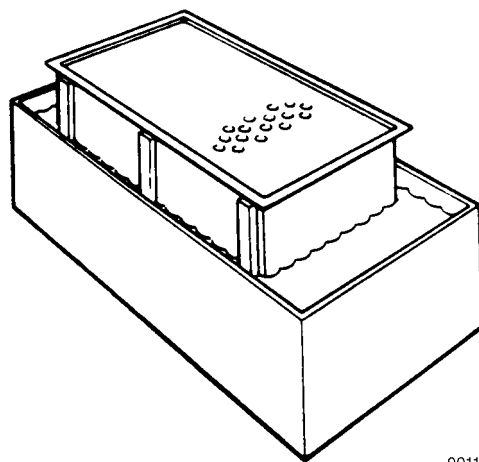

FIGURA 5-7. LAVADO Y REMOJO DE LA SECCIÓN DEL PREDEPURADOR
2. Afloje las abrazaderas (8), desmonte los colectores (10) y los O-rings (9) de la sección del predepurador y luego lave el colector con una solución de agua y jabón líquido.
3. Sumerja la sección del predepurador, con la sección del tubo hacia abajo, durante 30 minutos en una solución de Donaldson D-1400 y agua tibia (consulte la Figura 5-7), mezclada según las instrucciones del envase. Luego, retírela de la solución, enjuáguela completamente con agua fresca y séquela.
5. Instale la sección del predepurador (7) y las empaquetaduras (5) y (6) en el conjunto del depurador de aire (4). Luego, instale todos los elementos de montaje desmontados.
6. Instale los colectores (10) y los O-rings (9) en la sección del predepurador y asegúrelos con abrazaderas (8).